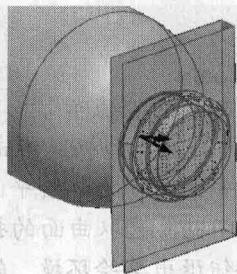
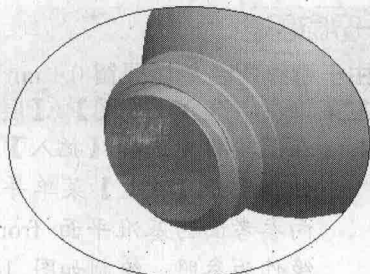

图1-15
图1-16
7. 在键盘上按住 **Ctrl** 键并选取本节第 2 步与第 6 步操作所创建的面组，在菜单栏中选择 **【编辑】/【合并】** 命令，弹出 **【合并】** 操作面板，调整合并的方向，如图 1-15 所示，然后单击 ☒ 按钮合并面组，如图 1-16 所示。